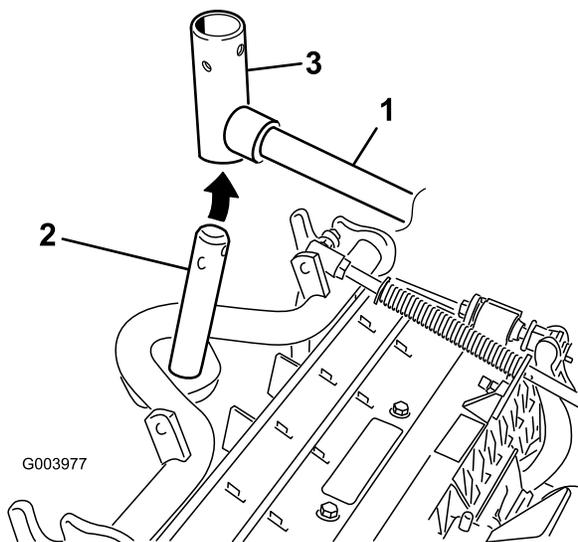

Рисунок 11
8. При использовании передних режущих блоков передвиньте режущий блок под подъемным рычагом, одновременно вставляя вал несущей рамы вверх в вилку оси поворота подъемного рычага (Рисунок 11).
- B. Вставьте вилку подъемного рычага в вал несущей рамы (Рисунок 11).